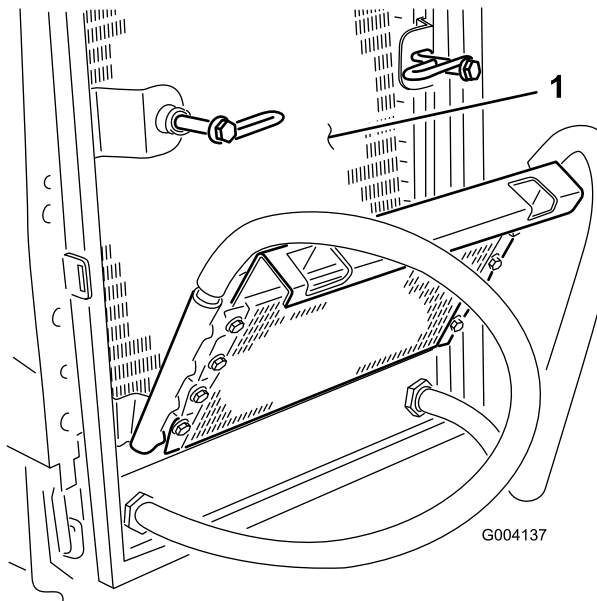

Figure 61
6. Nettoyez soigneusement les deux côtés du refroidisseur d'huile et du radiateur (Figure 61) à l'air comprimé.